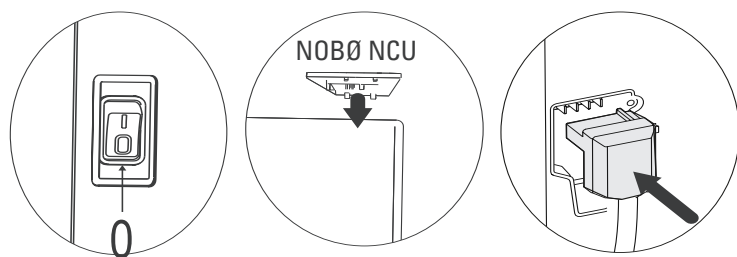

Рис.5
**5-1). Электронный термостат:** Термостат **NCU** предназначен для использования с моделями обогревателей **Nobø** серии **Nordic NFC4W**. Термостат поставляется в собранном виде, и замена должна осуществляться квалифицированным специалистом. Во время установки термостата прибор должен быть отключен от сети электропитания. На рис. 5 ниже показано, как установить термостат и подключить электропитание.